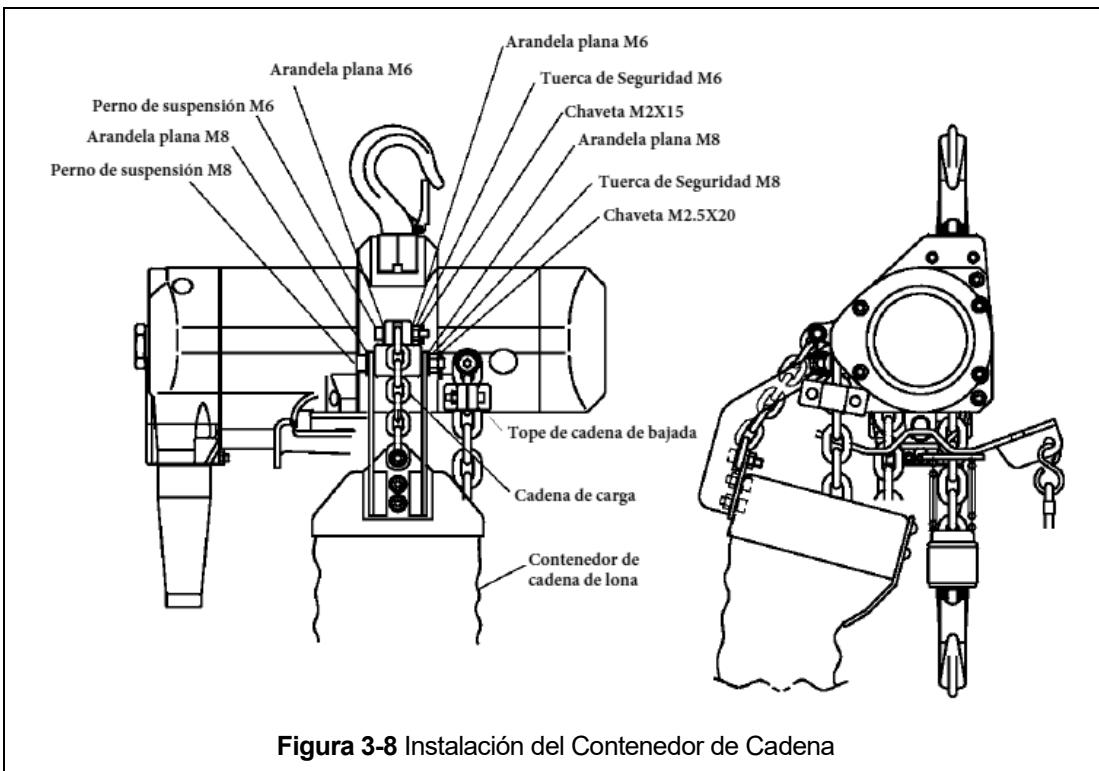

Figura 3-8 Instalación del Contenedor de Cadena
- 3.11.1 Siga las instrucciones a continuación para instalar el contenedor de cadena opcional. Consulte la Figura 3-8.